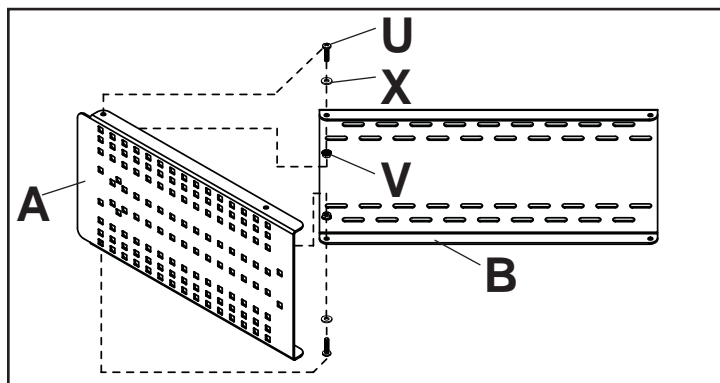
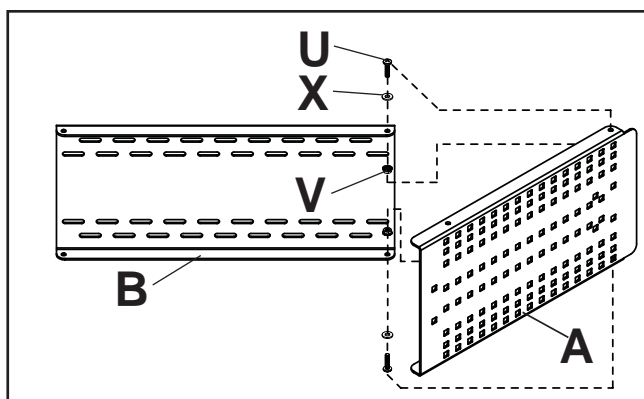

fig. 2.1
fig. 2.3
- 2** Fixez la plaque d'interconnexion (A) à la plaque murale (B) à l'aide d'une vis Phillips à tête ronde 1/4-20 x 1 po (U), d'une rondelle plate 1/4 po (X) et d'un écrou de blocage à embase crantée 1/4-20 (V) comme illustré à la fig 2.1 ou 2.2 pour les coins intérieurs ou aux fig 2.3 et 2.4 pour les coins extérieurs. Répétez l'opération pour la plaque d'interconnexion du mur opposé.